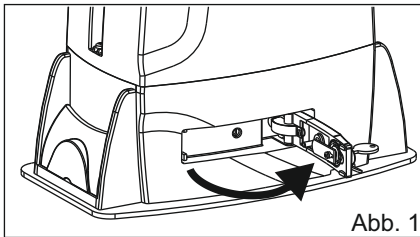

Abb. 1
1) Strom ausschalten, Motor entriegeln (Abb. 1) und das Tor oder die Schranke manuell auf der Laufmitte positionieren (Abb. 3-4).